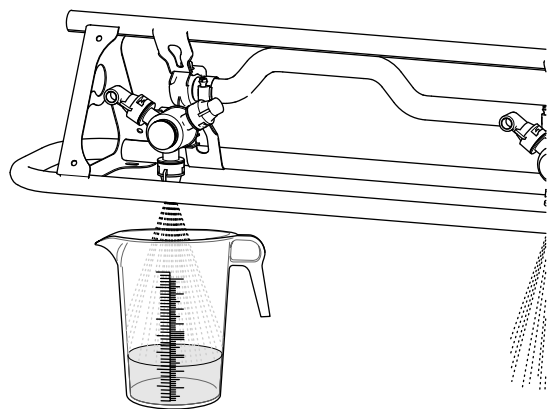

図 82
6. 採集容器をノズルの下にセットしてブームを ON にする用意をする 図 82。
8. キャッチテストは少なくとも 15 秒間、できれば 1 分間実施する 図 82。